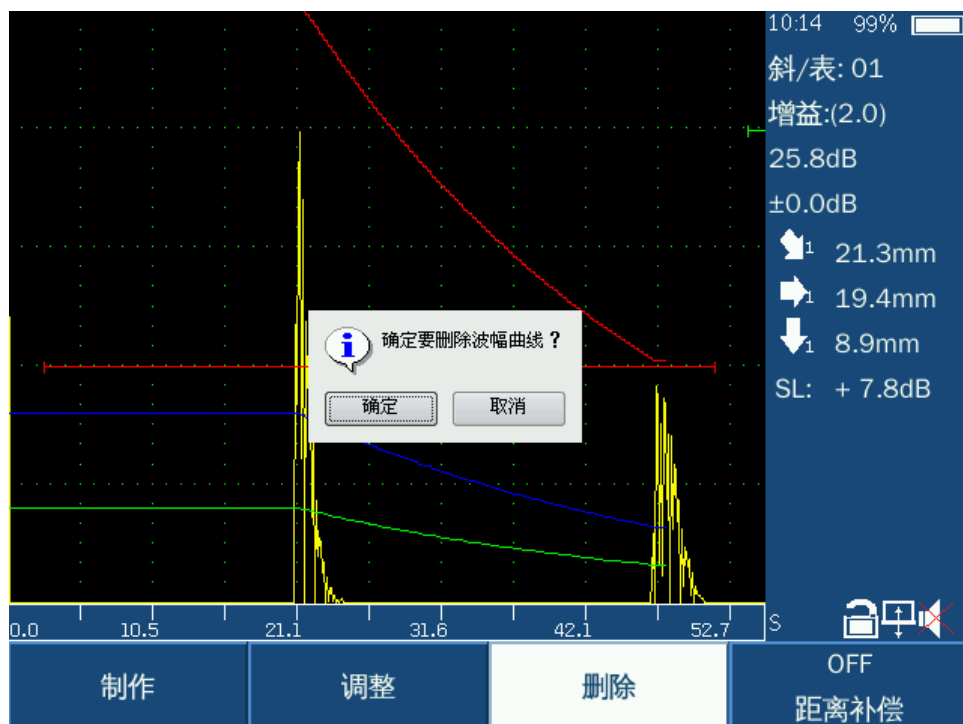

图 14
11. 按删除键，确认是否删除，即可完成曲线成删除（图 14）